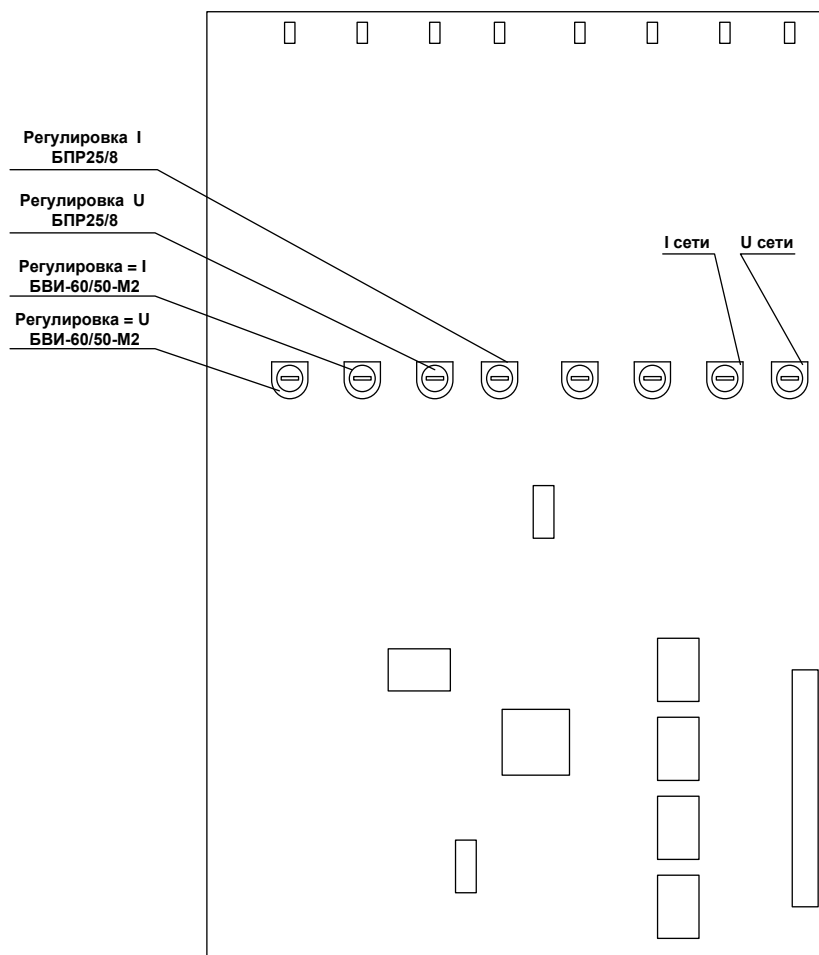

Рис. 1. Схема расположения подстроечных резисторов.
8.5. Регулировки показаний блока управления производятся подстроечными резисторами, расположенными на плате микропроцессора (см. рис.1). Плата закреплена у левой боковины блока управления лабораторией.